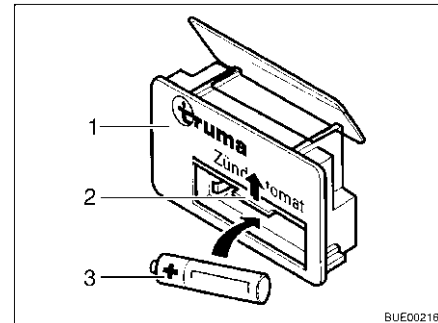

Fig. 147 Dispositivo di accensione
- Spingere la copertura (Fig. 147,2) del vano batteria sul dispositivo di accensione (Fig. 147,1) verso l'alto.
- Inserire una nuova batteria (Fig. 147,3) dello stesso tipo nel vano batteria del dispositivo di accensione rispettando la polarità (+/-). Utilizzare soltanto batterie Mignon resistenti alle alte temperature (+70 °C) e sicure da perdite.